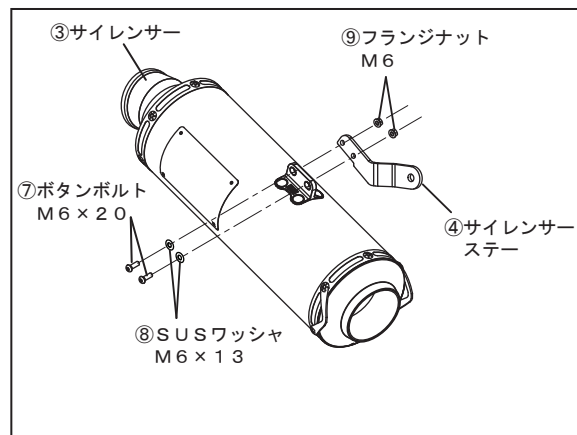

FIG. 6
8. ③サイレンサーに⑦ボタンボルトM6×20、⑧SUSワッシャM6×13、⑨フランジナットM6を使用して④サイレンサーステーを仮締めして下さい。(FIG. 6参照)